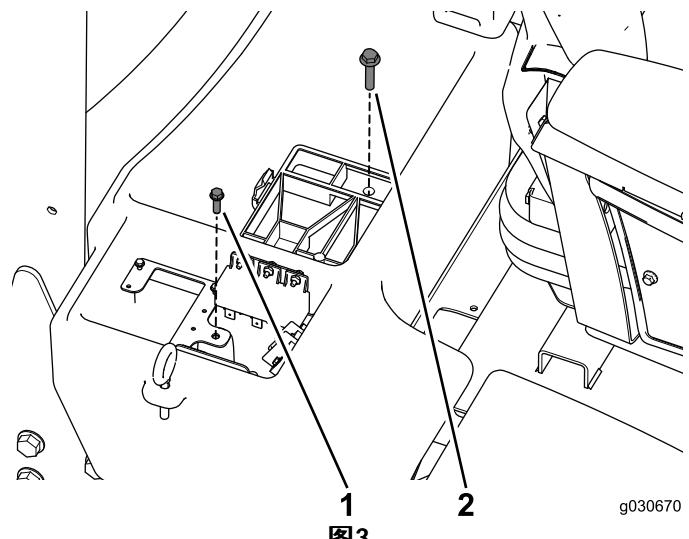

图3
4. 拆下并保留固定线束板的螺丝和固定电池盒的螺栓（图3）。